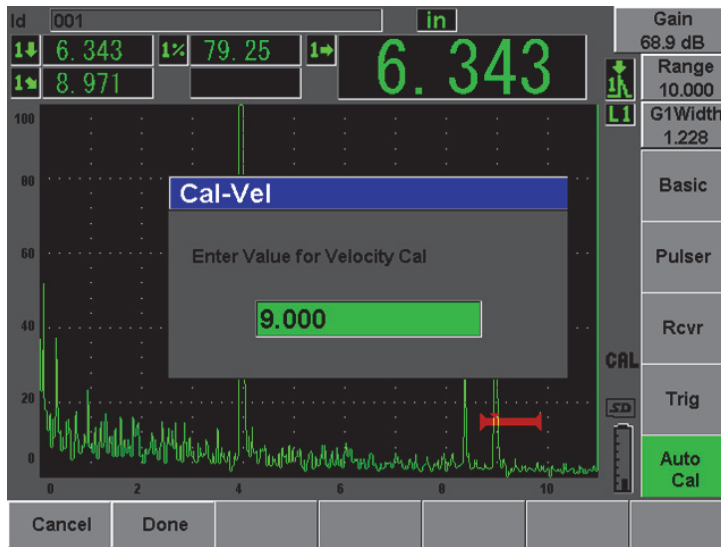

Figure 10-22 Exemple d'un signal placé dans la porte pour étalonnage de la vitesse
8. Appuyez sur la touche **[GATES]** (Portes) et positionnez la porte 1 de façon à placer l'écho du deuxième réflecteur de la courbure du bloc dans la porte. Ce réflecteur devrait être positionné à environ 225 mm (9 po) [voir la Figure 10-22 à la page 187].